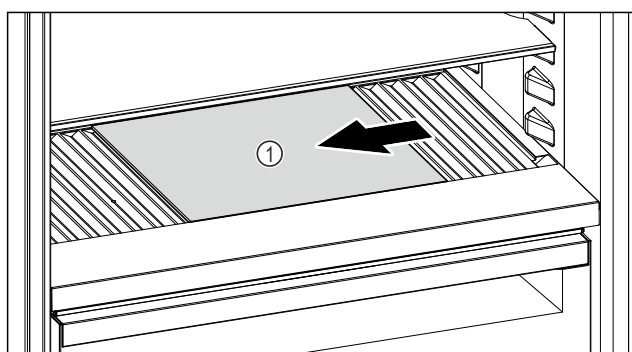

Fig. 241
- Glasplatte Fig. 241 (1) nach links, in die Mitte oder nach rechts verschieben.